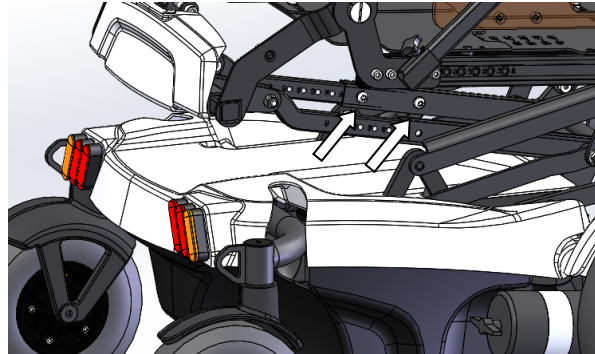

Abbildung 11: Tiefenanpassung des Arms
- Entfernen Sie beide Schrauben von der unteren Sitzschiene (auf beiden Seiten des Stuhls) (siehe Abbildung 11).